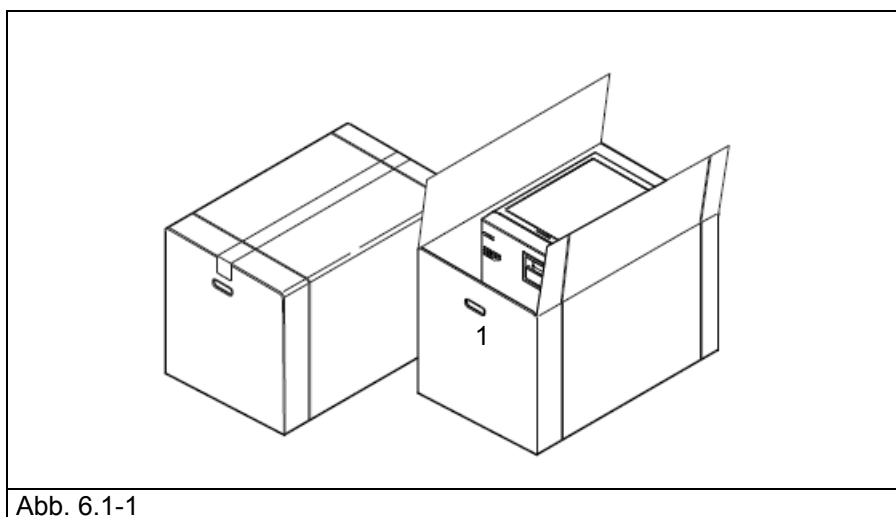

Abb. 6.1-1
Das Gerät und seine Verpackung sind empfindlich und daher mit Sorgfalt zu handhaben. Beim Transport Erschütterungen und Stöße vermeiden. DIE HANDGRIFFE DER VERPACKUNG (1 in Abb. 6.1-1) DIENEN ZUM SENKRECHTEN HEBEN. In einem trockenen und sauberen Raum aufbewahren. Die Verpackung muss über den gesamten Garanzzeitraum aufbewahrt werden.
- Die Klammern entfernen, mit denen der obere Teil der Kartonverpackung geschlossen wurde (Abb. 6.1-1).